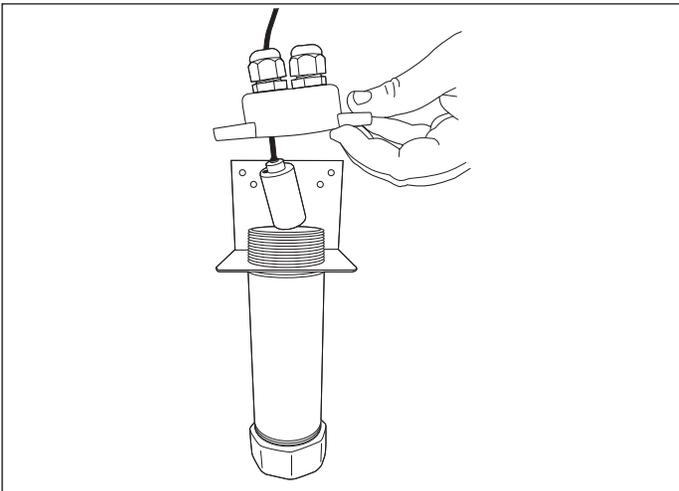

Figure 20-6
2. Enfilez le câble du détecteur de carburant à travers le raccord de traversée situé sur le capuchon du boîtier de détecteur de carburant. Installez le détecteur dans le boîtier et veillez à ce qu'il repose sur le fond du boîtier (Figure 20-6).